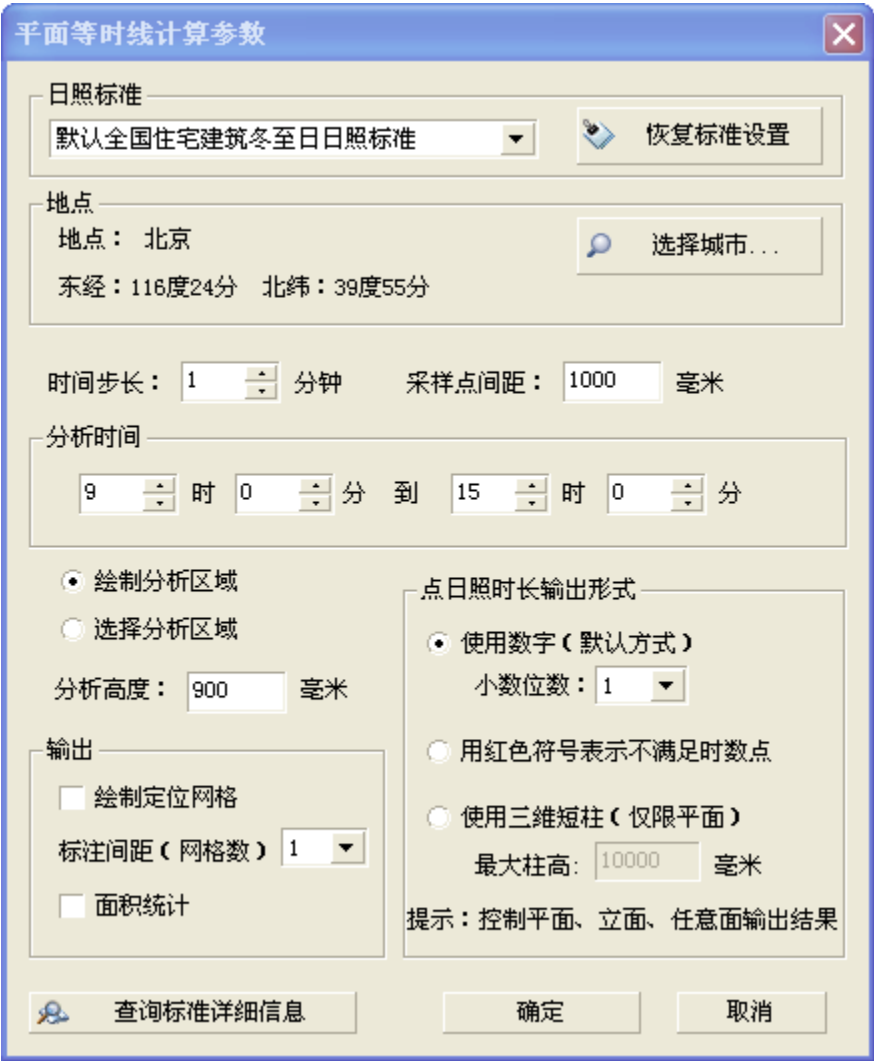

图 15-18
(1)、选择“日照分析/平面等时线”功能。弹出图 15-18 对话框；